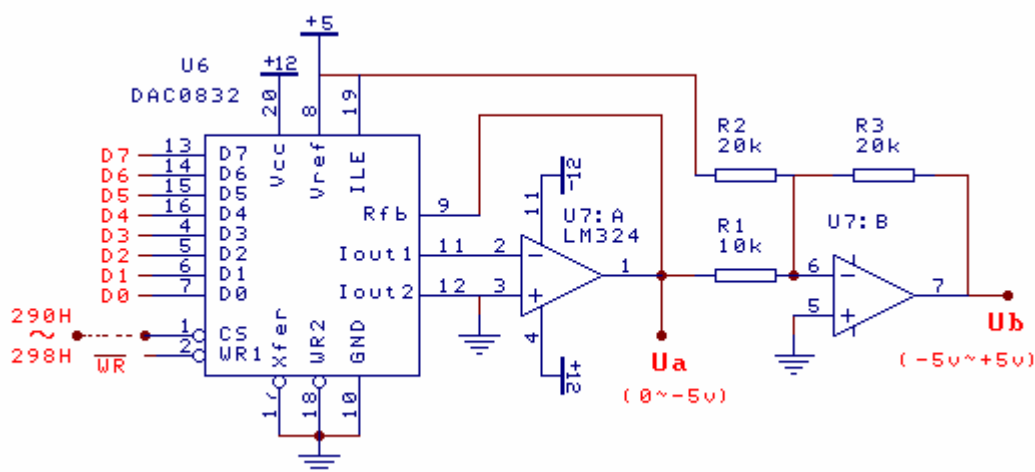

图11-1
1、实验电路原理如图11-1，DAC0832采用单缓冲方式，具有单双极性输入端(图中的Ua、Ub)，利用debug输出命令(Out 290 数据)输出数据给DAC0832，用万用表测量单极性输出端Ua及双极性输出端Ub的电压，验证数字与电压之间的线性关系。